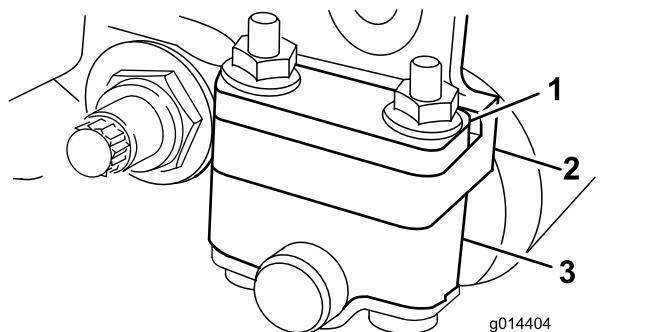
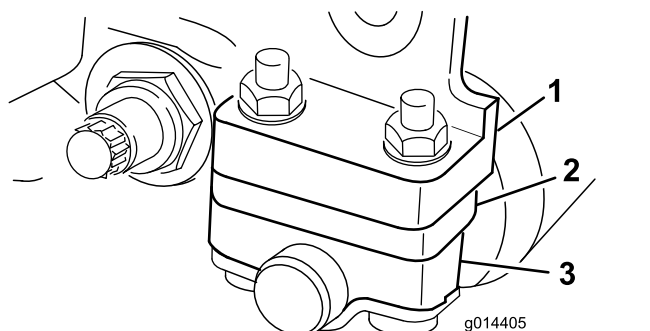

Figura 6
Figura 7
Dependendo do intervalo de altura de corte desejado, ajuste os suportes traseiros do cilindro (Figura 6 ou Figura 7) para a posição inferior ou superior:
- Posicione o espaçador acima da flange de montagem da placa lateral (definição de origem) se as definições da altura de corte variarem entre 1,5 e 6 mm, como se mostra na Figura 6.
- Posicione o distanciador abaixo da flange de montagem da placa lateral se as definições da altura de corte variarem entre 3 e 25 mm como se mostra na Figura 7.
4. Coloque os distanciadores nos parafusos acima ou abaixo dos suportes do cilindro, consoante o necessário (Figura 6 ou Figura 7).